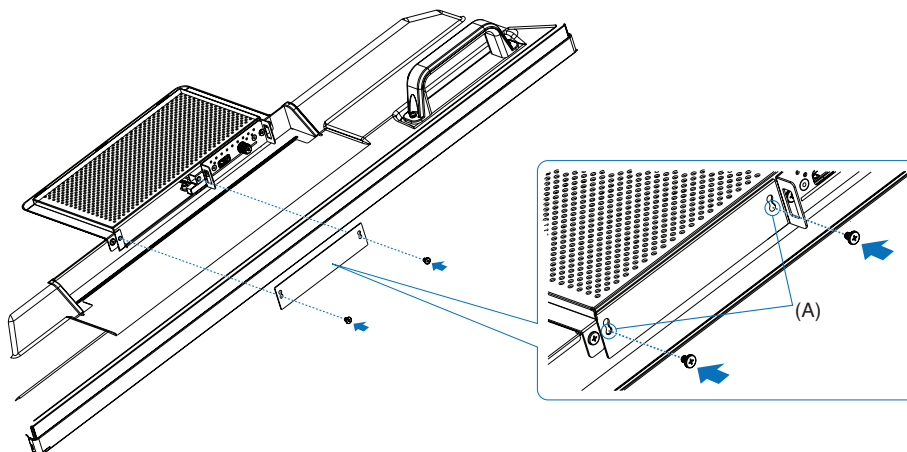

Рис. 3
6. Чтобы закрыть отверстие неиспользуемого разъема, повторно установите КРЫШКУ РАЗЪЕМА (① или ②), закрепив вывернутыми винтами (см. **Рис. 1**). При закреплении КРЫШКИ РАЗЪЕМА ① или ② используйте отверстия (A) на КРЫШКЕ РАЗЪЕМА, показанные ниже (**Рис. 3**).